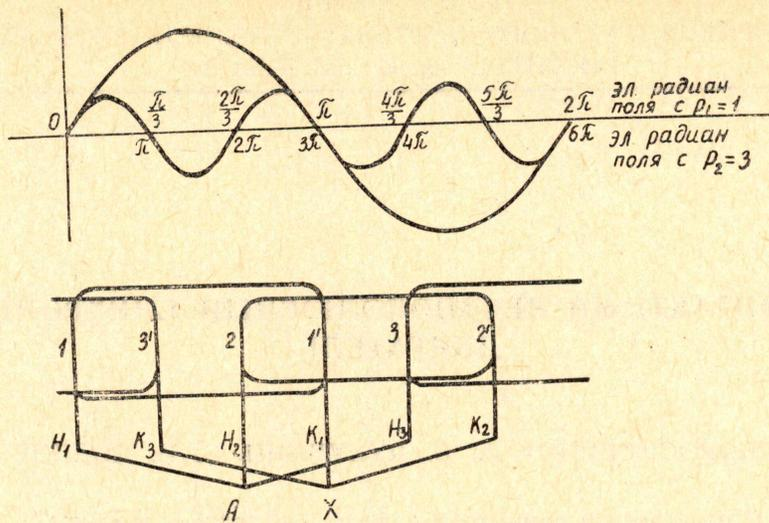

Рис. 2
2. Выполняет роль трехфазного генератора, питающего выпрямитель ротора. Поясним это по рис. 2.